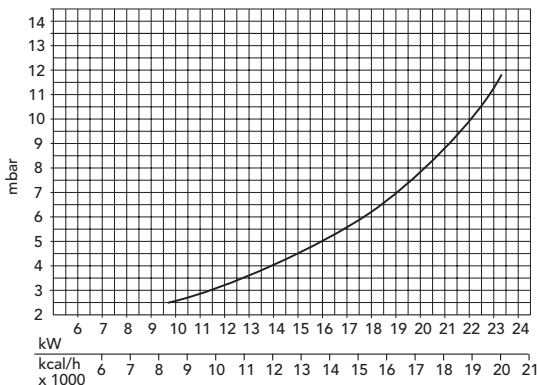

Fig. 3
**N.B.** - Le pressioni gas al bruciatore e le portate gas nella **fase di riscaldamento impianto** indicate in tabella si riferiscono alla **potenza nominale della caldaia**: volendo ridurre tale potenza (ove possibile), è necessario diminuire la pressione del gas fino alla potenza minima (vedere i diagrammi di fig. 3 e 4).